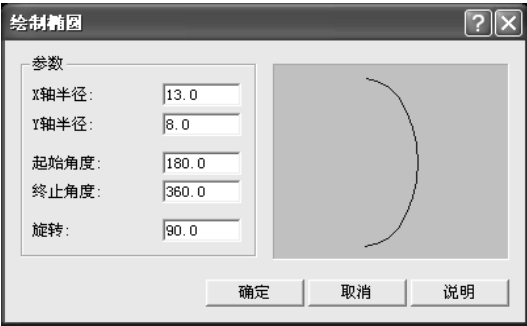

图 3-2 “绘制椭圆”对话框
- 3) 设定作图深度 Z=0，在图 3-2 所示对话框中绘出半个椭圆，抓点方式选择矩形 80mm×60mm 一条边的中点。绘制  $\phi 16$  的圆，中心点为 X-13 Y0。